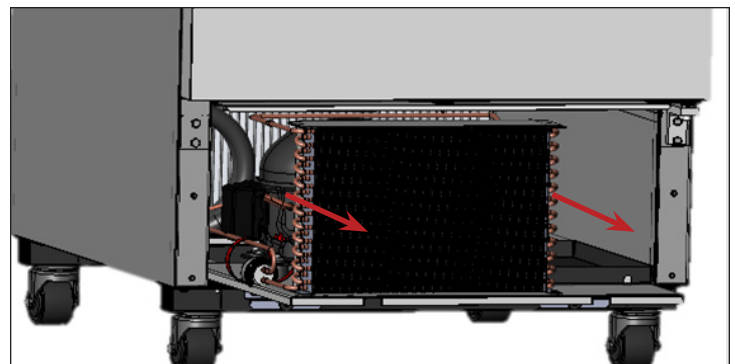

Fig. 6. Deslice con cuidado la unidad de condensación hacia afuera.
7. Deslice con cuidado el aparato de condensación hacia fuera (las conexiones de los tubos son flexibles). Véase la fig. 6. Sopla ligeramente aire comprimido o CO₂ a través del serpentín hasta que esté limpio.